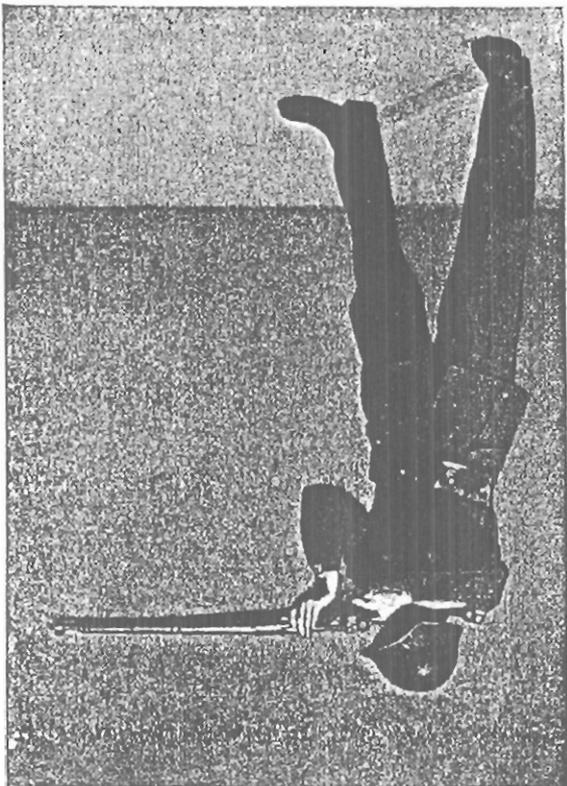

Fig. 39
- 68 Dans la position du tireur couché, le corps est légèrement oblique par rapport à la direction de tir, les deux coudes sont appuyés (fig. 38). Dans la position debout, le bras gauche soutient l'arme à peu près au centre de gravité, le coude est libre ou appuyé contre le corps ; le bras droit est presque horizontal (fig. 39 et 40).